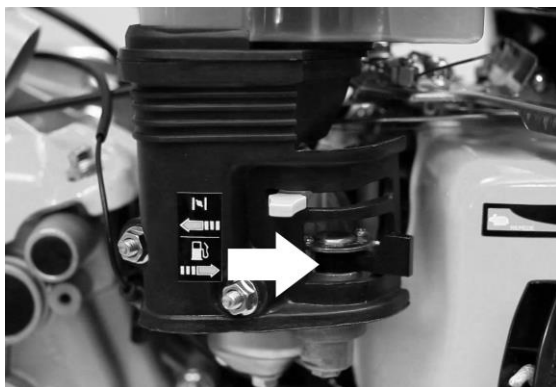

Fig. 5
- Dans le sens montré dans le Fig. 5 ;